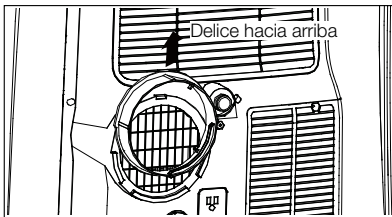

Fig. 4
2. Retire el adaptador A de la unidad deslizando hacia arriba (Fig. 4).